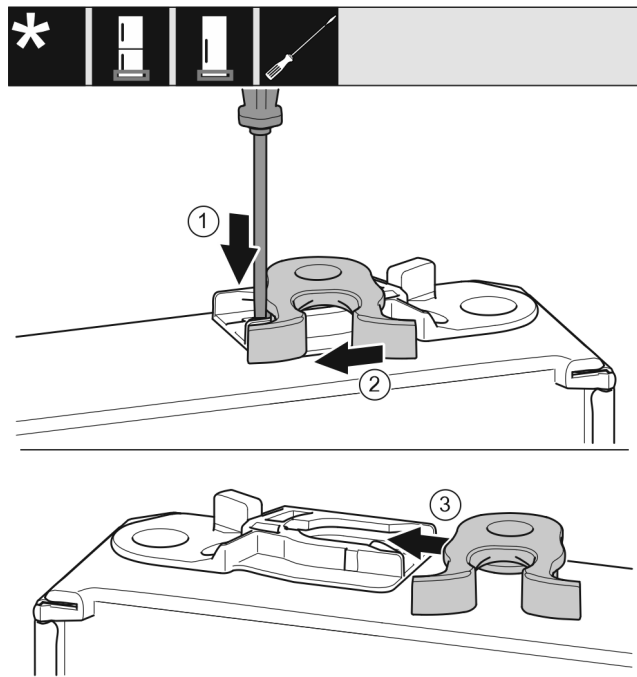

Fig. 23 *
- Spingere verso il basso la linguetta Fig. 23 (1) con il cacciavite a intaglio.*
- Estrarre il gancio di chiusura Fig. 23 (2) dalla guida.*
- Spostare il gancio di chiusura Fig. 23 (3) sull'altro lato nella guida.*